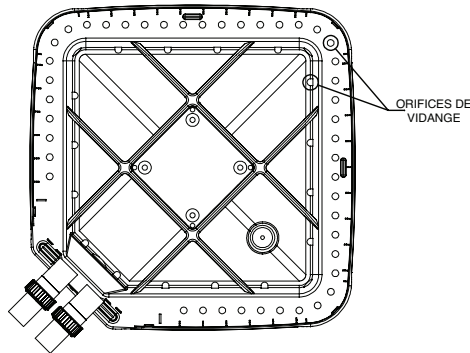

Figure 10. Orifices de vidange de la condensation
1. Assurez-vous régulièrement que les orifices de vidange de condensation de la base sont libres de toute obstruction pouvant prévenir l'écoulement de la condensation. Voir **Figure 10** pour connaître l'emplacement des orifices de vidange de la condensation.